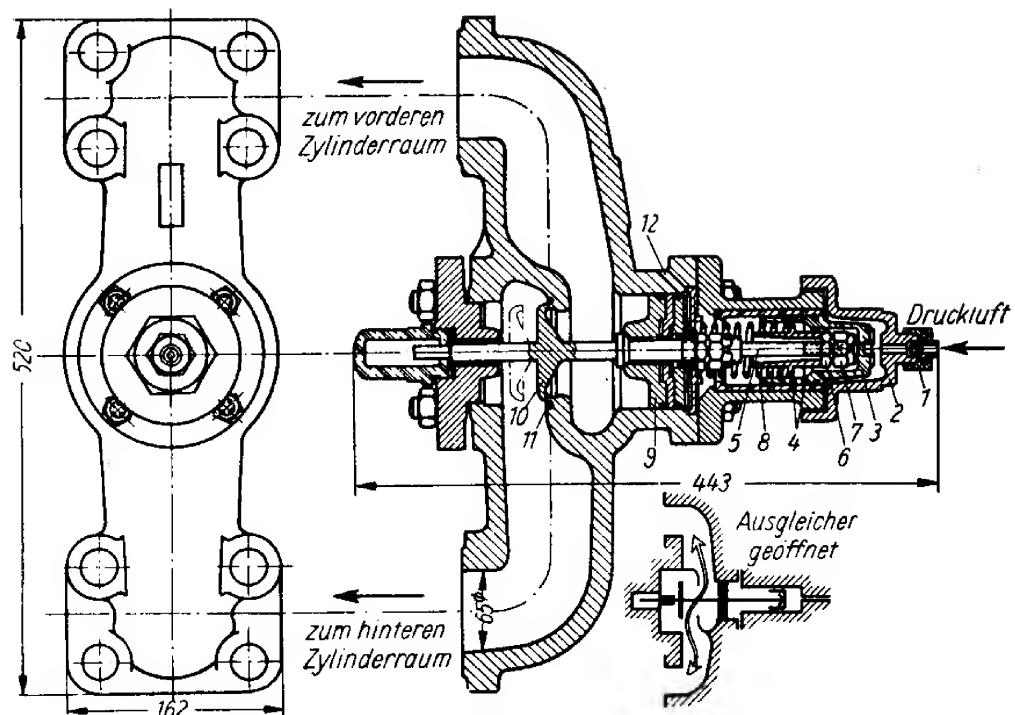

Bild 73. Druckausgleicher mit Druckluftsteuerung
1. Die obere Mutter am Ventilschaft hat sich gelöst. Sie bewegt sich aufwärts und verhindert das Schließen des Druckausgleichers (Bild 73).	Die Überwurfmutter am Luftanschluß (1) wird gelöst, die Kapselmutter (2) abgeschraubt und der Steuerkolben (Luftkolben) (3) herausgezogen. Nun können die Mutter auf dem Ventilschaft (4) festgezogen und versplintet und die Kapselmutter und Überwurfmutter für den Luftanschluß wieder aufgeschraubt werden.